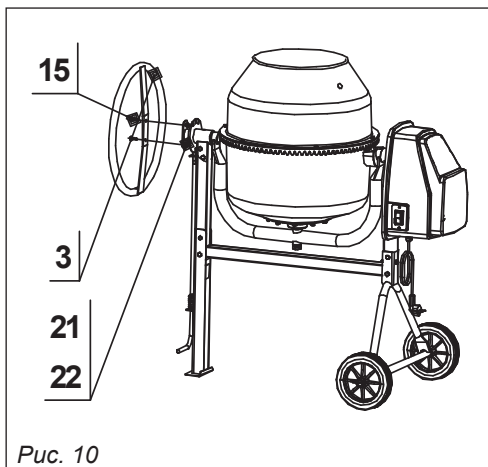

Рис. 10
9.7. Установить маховик **поз. 3**, совместив отверстия в маховике с отверстиями пластины, расположенной на траверсе со стороны оси. Вставить в совмещенные отверстия два болта **поз. 15**, установить шайбы **поз. 22**, завернуть две гайки **поз. 21** (см. рис. 10).